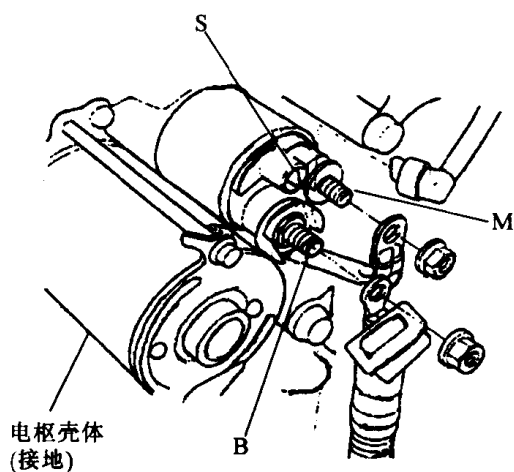

图 1-1-5 检查 S 端子与电枢壳体间
1. 检查 S 端子与电枢壳体（地线）之间保持线圈的导通性（图 1-1-5）。如果导通，该线圈正常。